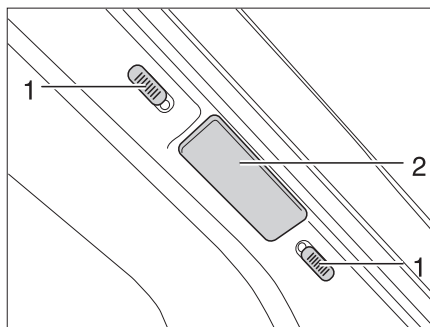
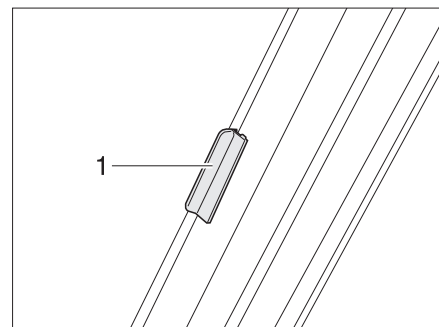

Bild 24 Lås plisségardin vindruta
Bild 25 Lås plisségardin vindruta (I-modell)
- Skjut de två hälfterna av plisségardinen för vindrutan utåt så långt det går, ta tag i handtaget (Bild 24,2 och Bild 25,1).
- Skjut upp resp. ned låsknapparna (Bild 24,1). Låset är öppet när den röda punkten syns.